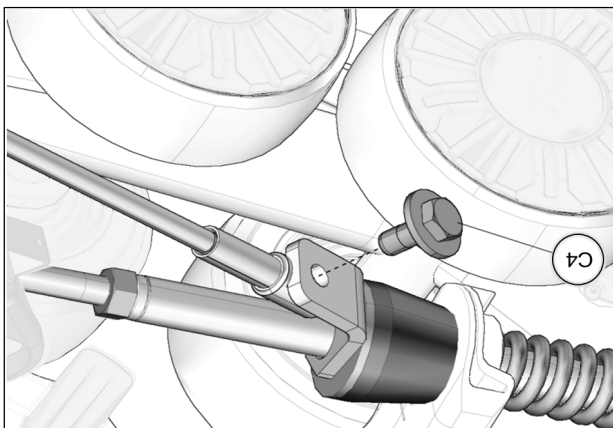

Fig. 20
13. Tourner légèrement le volant dans le sens contraire jusqu'à ce que le câble puisse être fixé à la plaque de support en utilisant le boulon (C4) fourni. Serrer à un couple de 35 N•m [24 lb•pi]. Voir la Fig. 20. Effectuer le même exercice du côté droit.